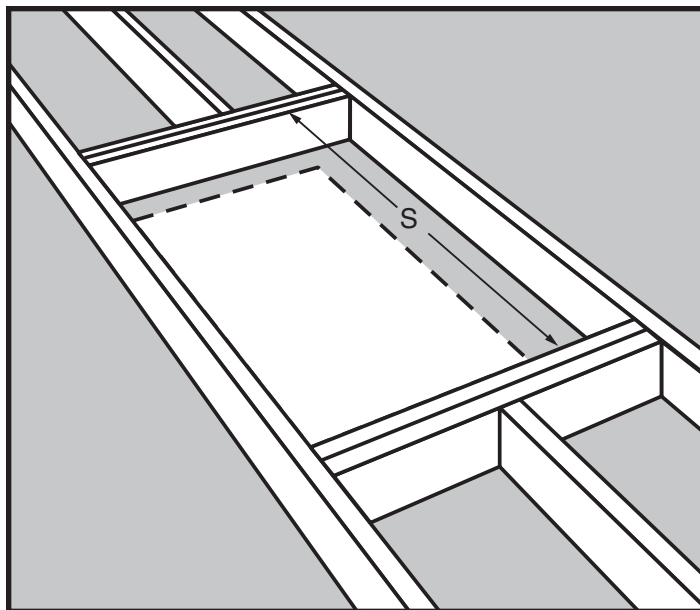

Figura 17
- PASO 1.** Mida la longitud "S" del larguero entre los cabeceros (vea la Figura 17).
- PASO 3.** Si no hay una viga del cielorraso que proporcione un lado del marco, corte un segundo larguero de la misma longitud del primero. Tenga en cuenta que en la Figura 17 se necesita un solo larguero, porque una viga del cielorraso proporciona un lado del marco.